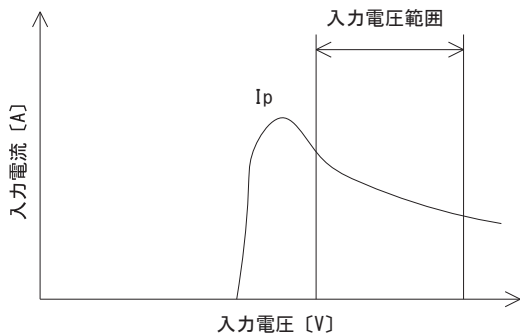
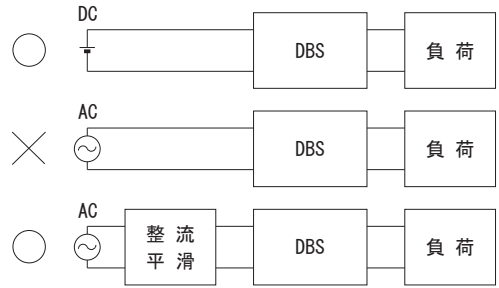
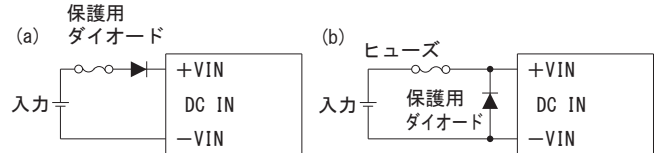

図 3.2 入力電流特性
図 3.3 AC入力での使用
図 3.4 逆接続防止
■入力電源にはDC-DCコンバータ立ち上げ時の電流I_p(図3.2)を考慮した、充分余裕のある電源を設定してください。
(5) AC入力での使用
■DBSシリーズはDC入力専用です。ACでの使用時は、電源入力に整流平滑回路を接続してください(図3.3)。整流平滑回路についての詳細は、当社までお問い合わせください。
(6) 逆接続の防止
■入力端子に極性逆の電圧が加わると故障します。極性逆の電圧が加わる可能性がある場合は、図3.4のような保護用の回路を外付けしてください。